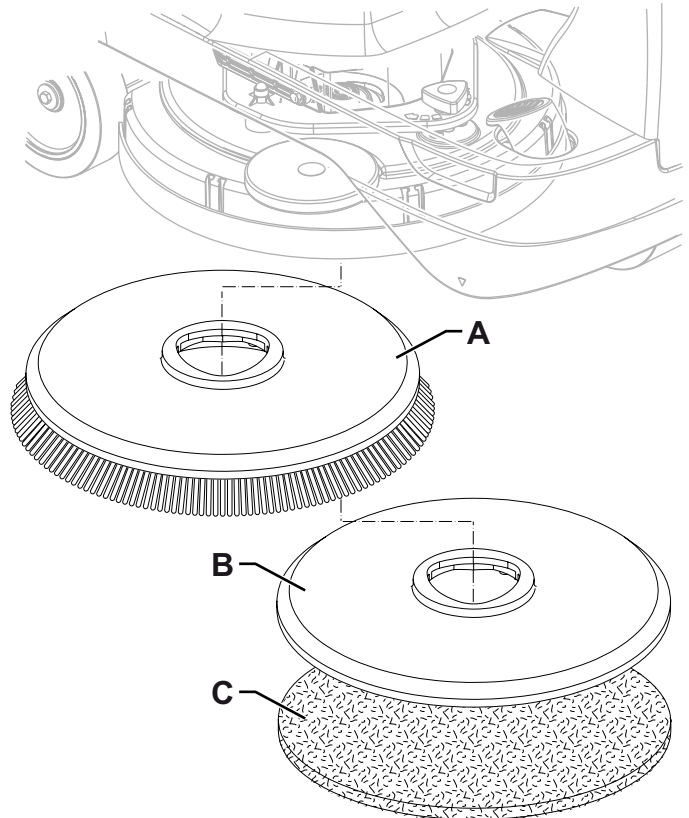

Abbildung 2
An das Gerät können sowohl die Bürste (A, Abb. 2) als auch der Padhalter (B) mit Pad (C) montiert werden, je nach auszuführender Bodenbehandlung.
1. Die Bürste (A) oder den Padhalter (B) unter den Bürstenträgerkopf (7) positionieren.
2. Den Bedienerschlüssel (52) im Schlüssel-Lesegerät (41) einführen, dann die Taste (42) drücken, um die Maschine einzuschalten.
3. Die One-Touch-Taste (43) drücken, um den Kopf auf die Bürste abzusenken.
4. Die Taste (45) drücken, um die Bürste einzuhaken.
5. Zum Ausbauen der Bürste muss der Kopf durch Drücken der One-Touch-Taste (43) angehoben, dann die Taste zum Lösen gedrückt werden (45).